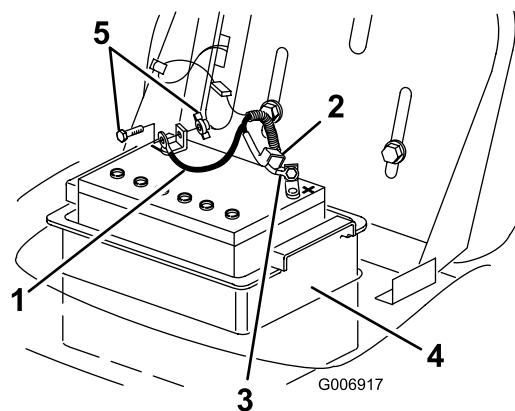

Figura 26
4. Staccate il cavo negativo (nero) di terra dal polo della batteria (Figura 26).
5. Infilate il cappuccio di gomma sul cavo positivo (rosso) della batteria. Staccate il cavo positivo (rosso) dal polo della batteria (Figura 26).
6. Togliete la scatola della batteria e la batteria dal telaio (Figura 26).
1. Montate la cassetta e la batteria nel telaio (Figura 26).
2. Utilizzando il bullone ed il dado ad alette, collegate il cavo positivo (cappuccio rosso) al polo positivo (+) della batteria (Figura 26).
4. Utilizzando il bullone e il dado ad alette, collegate il cavo negativo (nero) al polo negativo (-) della batteria (Figura 26).